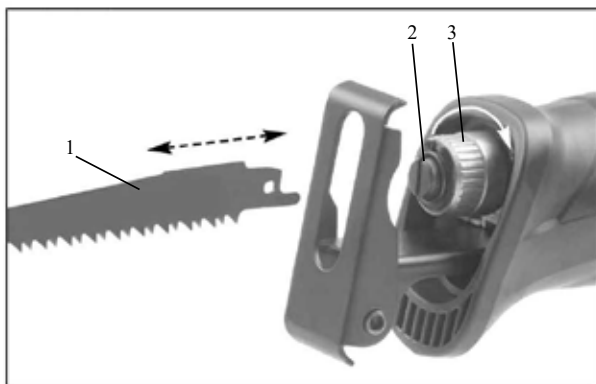

рис.3
- повернуть по часовой стрелке обойму быстрозажимного самофиксирующего замка (рис.3 поз.3);
- вставить пилку (рис.3 поз.1) в щель пилкодержателя (рис.3 поз.2) до упора и отпустить обойму;